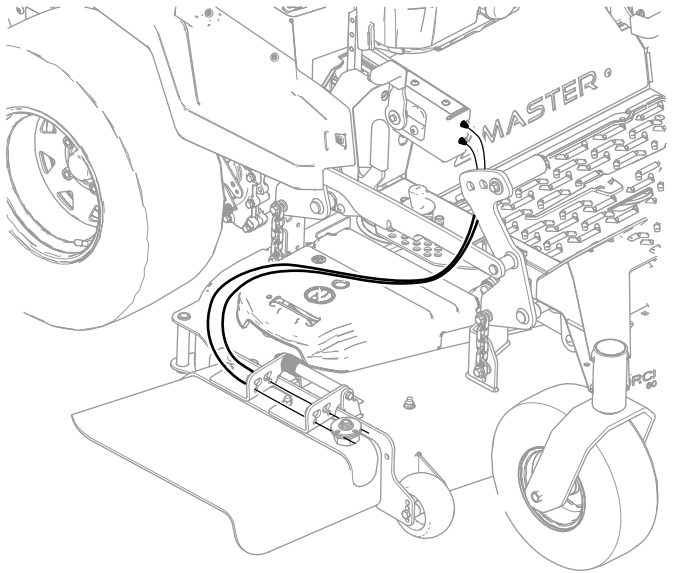

Bild 8
1. Verlegen Sie die Kabel zwischen Schaltkasten und Auswurfkanal, wie in Bild 8 dargestellt, um eine Beschädigung der Kabel über den gesamten Schnitt Höhenbereich zu vermeiden.
Wichtig: Stellen Sie sicher, dass Sie die Kabel von der Vorderseite des Mähwerkhubpedals weg verlegen, wie in Bild 8 dargestellt, damit Sie die Kabel nicht beschädigen.